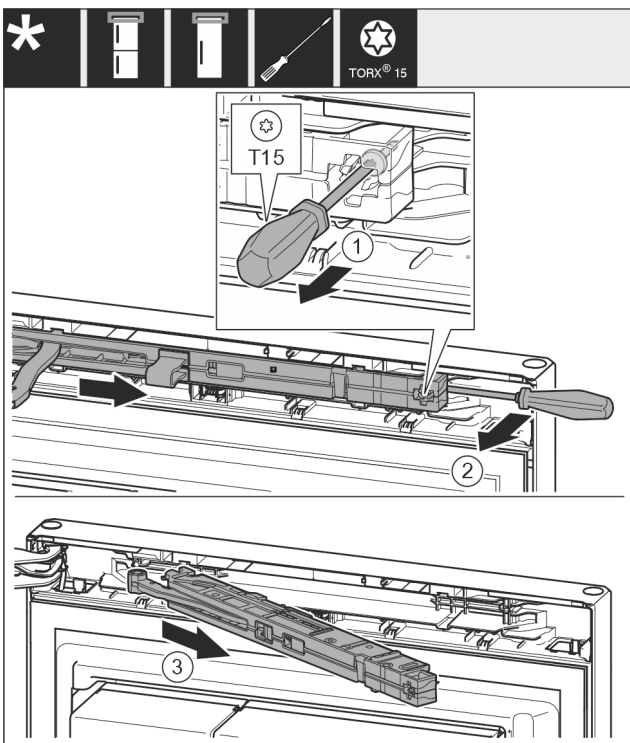

Fig. 11
- ▶ Lironi rreth 14 mm vidën në njësinë e amortizatorit të mbylljes me një kaçavidë T15. Fig. 11 (1)
- ▶ Futni një kaçavidë nga prapa njësisë së amortizatorit të mbylljes në anën e dorës dhe shtyjeni njësinë nga përpara. Fig. 11 (2)
- ▶ Tërhiqni jashtë njësinë e amortizatorit të mbylljes. Fig. 11 (3)